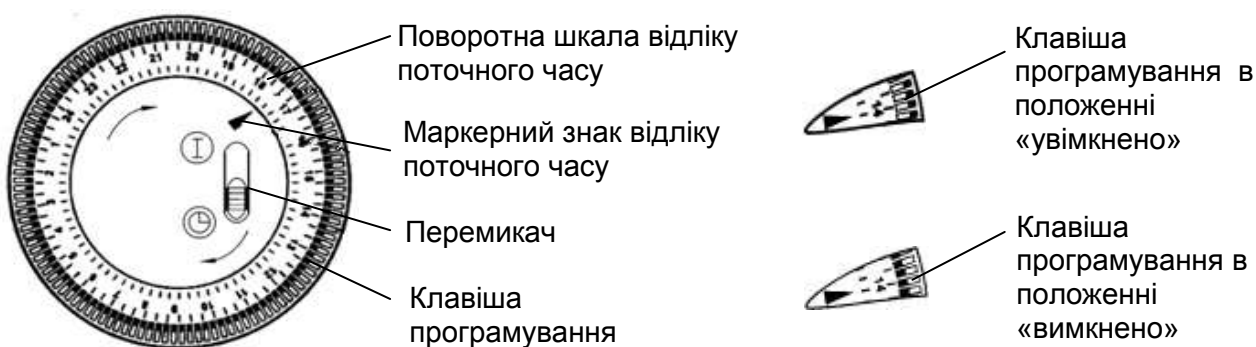

Рис. 5
5.7 Переведіть клавіші ступінчастого регулятора потужності, клавішу вимикача вентилятора (для моделей з вентилятором) в положення «0», сполучіть «риску» на ручці термостата зі знаком * на корпусі конвектора (див. рис.4), встановіть перемикач таймера (для моделей з таймером) у положення «I» (див. рис.5). Конвектор готовий до роботи.
Клавішами програмування таймера (див. рис. 5) встановіть бажані інтервали часу «увімкненого» і «вимкненого» стану конвектора. Поворотом шкали відліку поточного часу таймера в напрямку стрілки встановіть поточний час, сполучивши його з маркерним знаком ▲ відліку поточного часу. Увімкніть таймер, для чого установіть перемикач у положення . У положенні «I» вимикача таймер вимкнений (що еквівалентно установці всіх клавіш програмування в положення «увімкнено»). Дискретність програмування часу – 15 хвилин (1 клавіша). Час програмування – доба (24 години). Число повторів виконання програми – не обмежено.